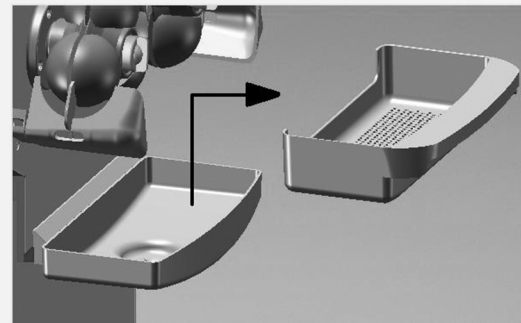

Рисунок 4
- ✓ В подставку для фильтра вставьте пластмассовый дуршлаг (Рисунок 4)
- ✓ В подставку для фильтра вставьте дуршлаг из нержавеющей стали. (Рисунок 4) -для CANCAN 38 FRESH и CANCAN 38 FRESH с ТЕЛЕЖКОЙ
- ✓ В подставку для фильтра вставьте пластмассовый дуршлаг (Рисунок 4) для CANCAN 38 с ТЕЛЕЖКОЙ